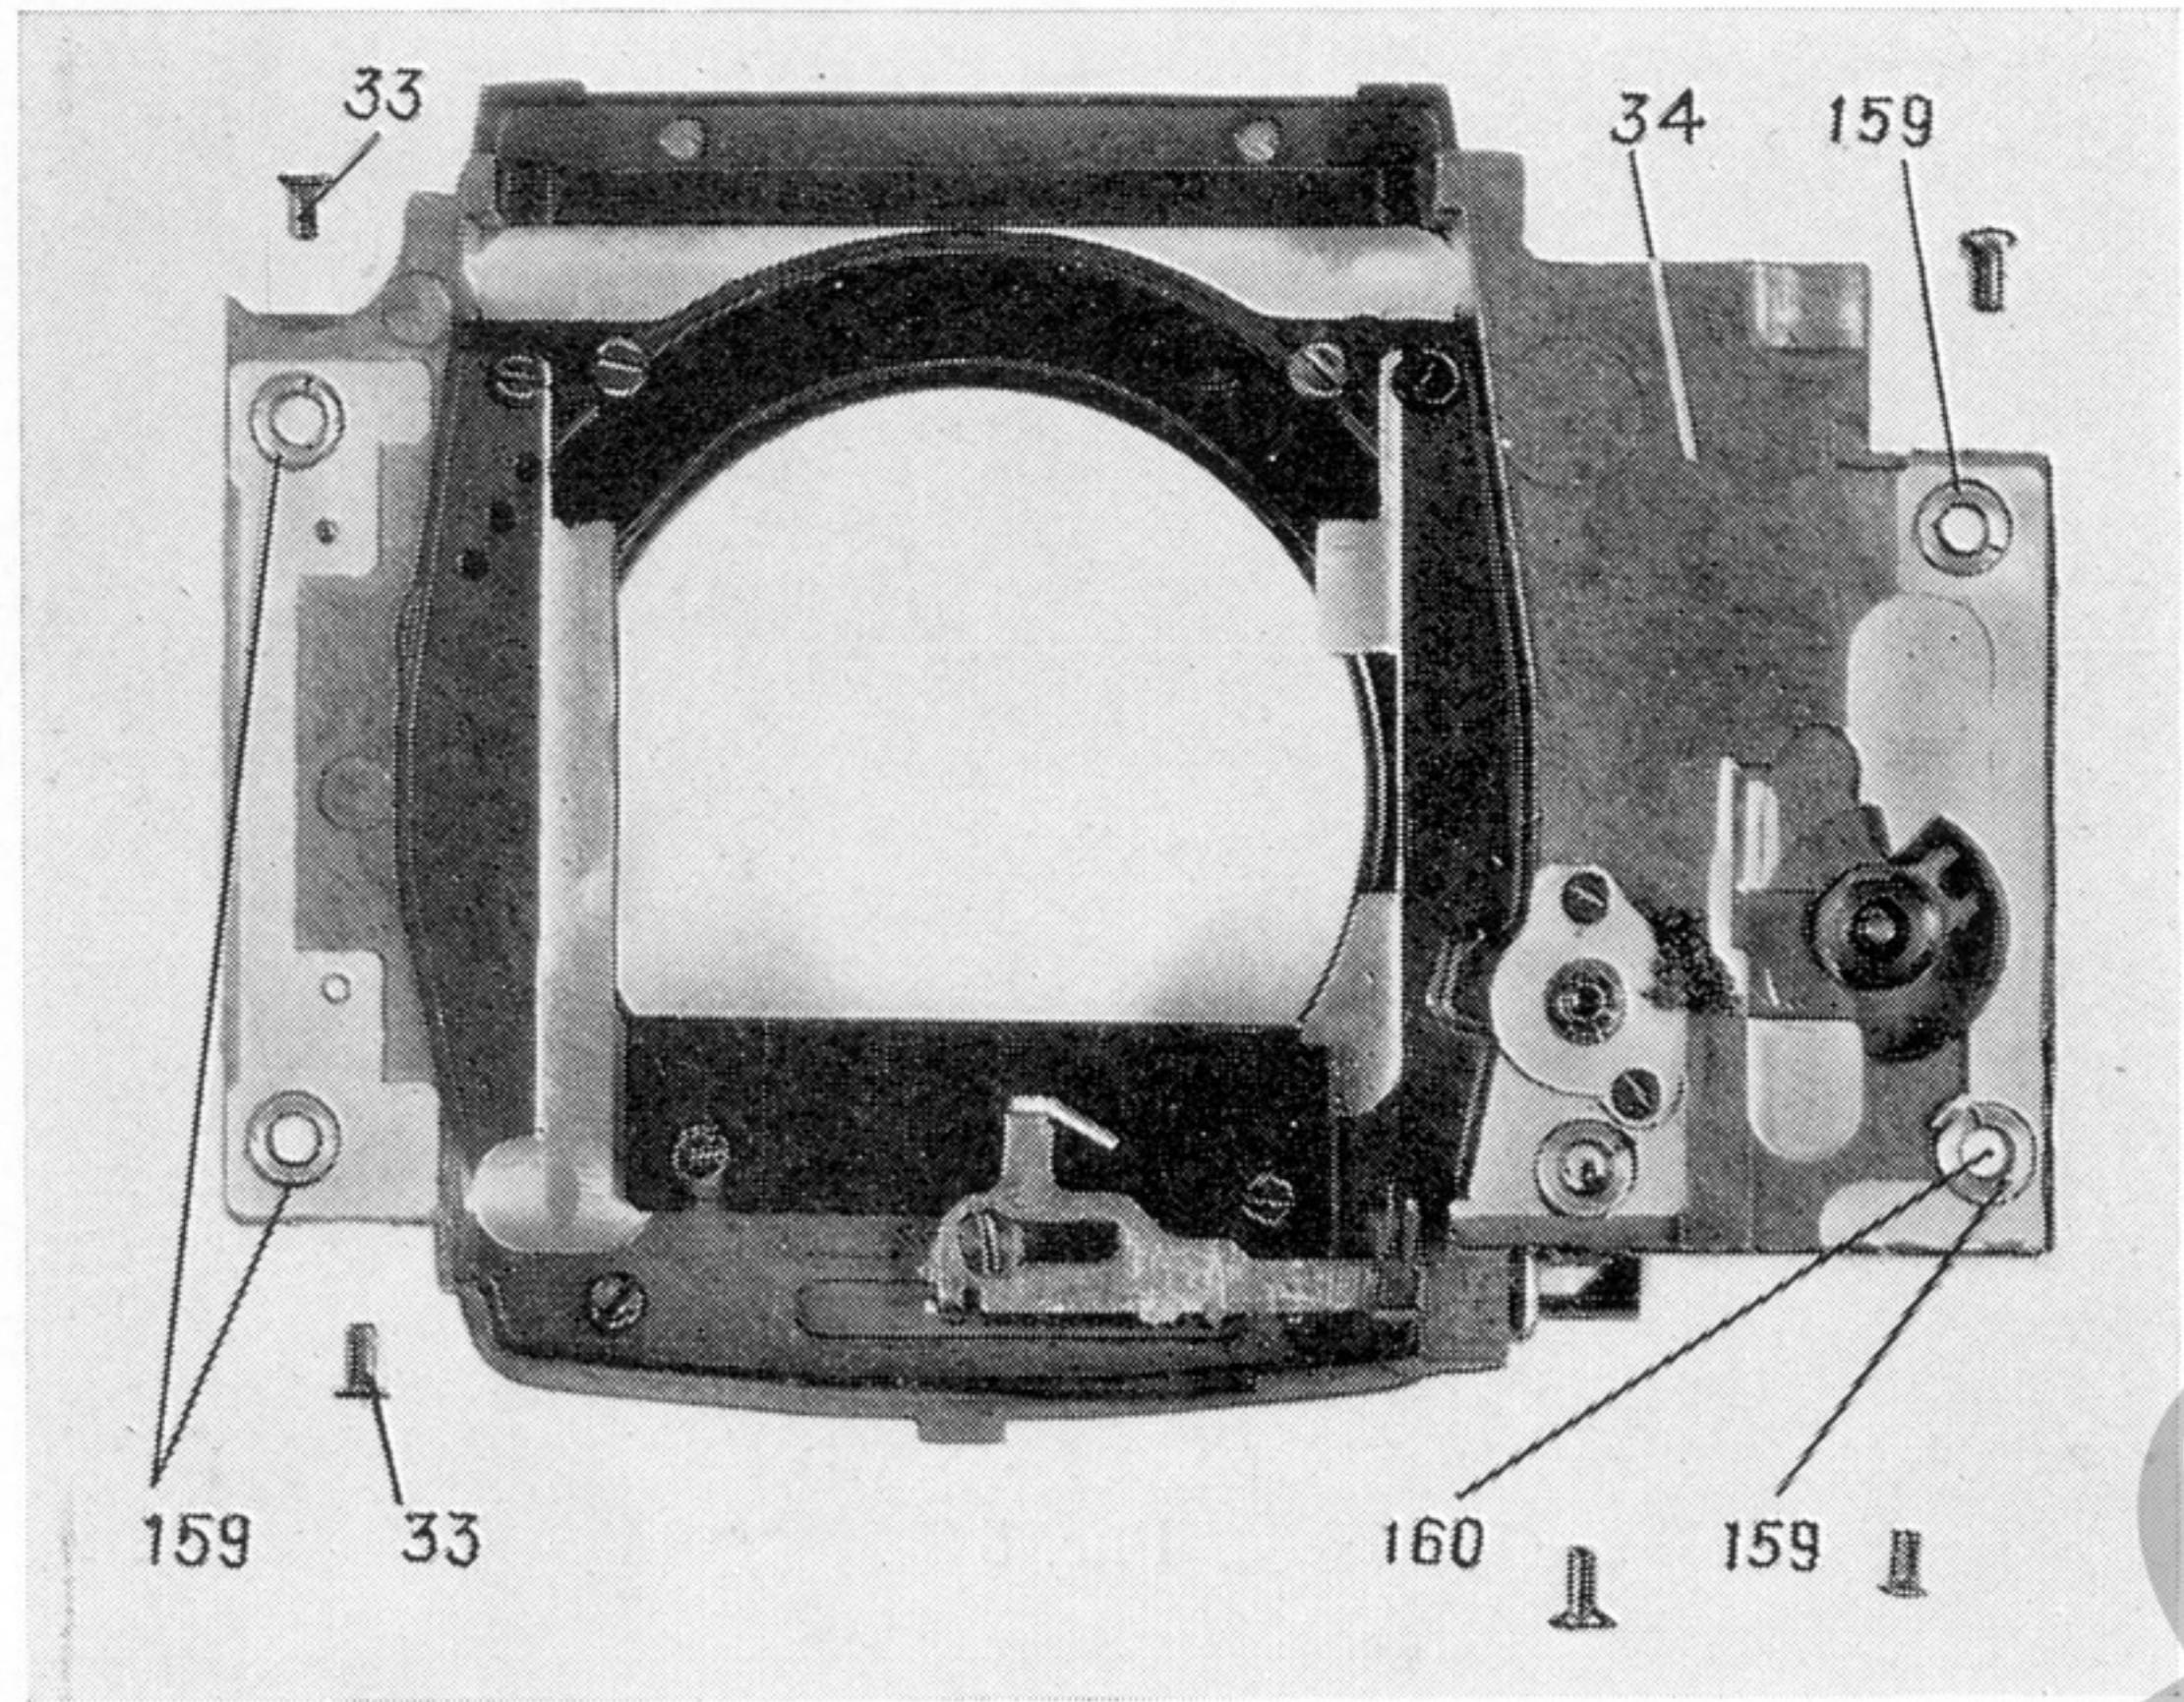

Рис. 7
4.13. Отверните пять винтов 33 (см. рис. 7) и снимите с корпуса фотоаппарата плату 34.